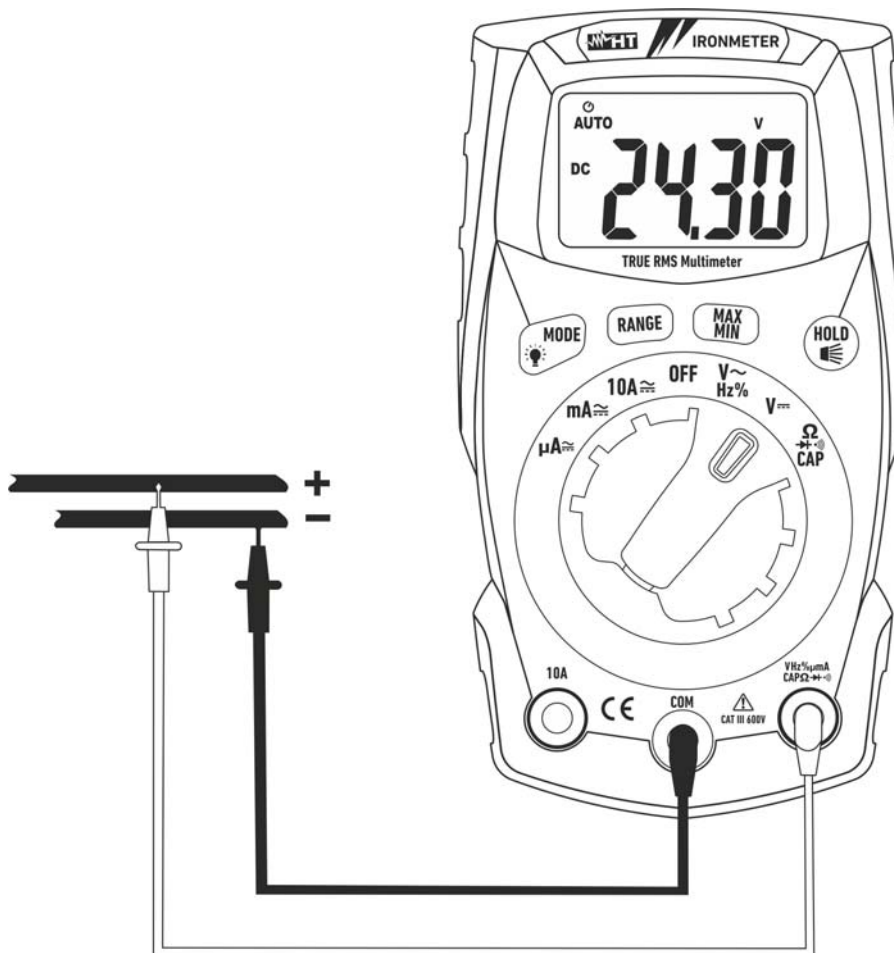

Fig. 3: Uso dello strumento per misura di Tensione DC
3. Posizionare il puntale rosso ed il puntale nero rispettivamente nei punti a potenziale positivo e negativo del circuito in esame (vedere Fig. 3). Il valore della tensione è mostrato a display
5. La visualizzazione del simbolo "**-**" sul display dello strumento indica che la tensione ha verso opposto rispetto alla connessione di Fig. 3.